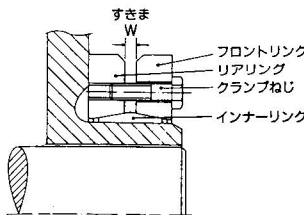

図16
2. ボスをシャフトに装着したのちクランプディスクをセットします。セットするまゝにクランプディスクのすきまW(図16)を予め一定にセットしてください。このときクランプねじをあまり強く締めないように軽くインナーリングが動く程度で調整してください。